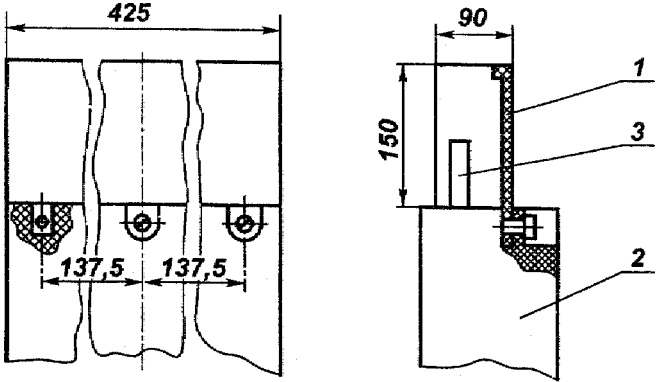

Рис. 11. Установка козырька на выключатель стационарного исполнения.
- установите в пазы корпуса выключателя козырек, поставляемый вместе с выключателем, предварительно вывернув винты, крепящие крышку выключателя со стороны неподвижных контактов. После установки козырька винты завернуть до упора. Установка козырька показана на рис. 11.